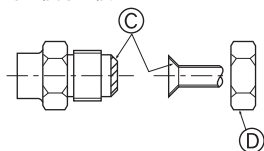

Fig. 4-5
A) (Fig. 4-5)
B) (Fig. 4-5)
### 4.4. Forbindelsesrør (Fig. 4-5)